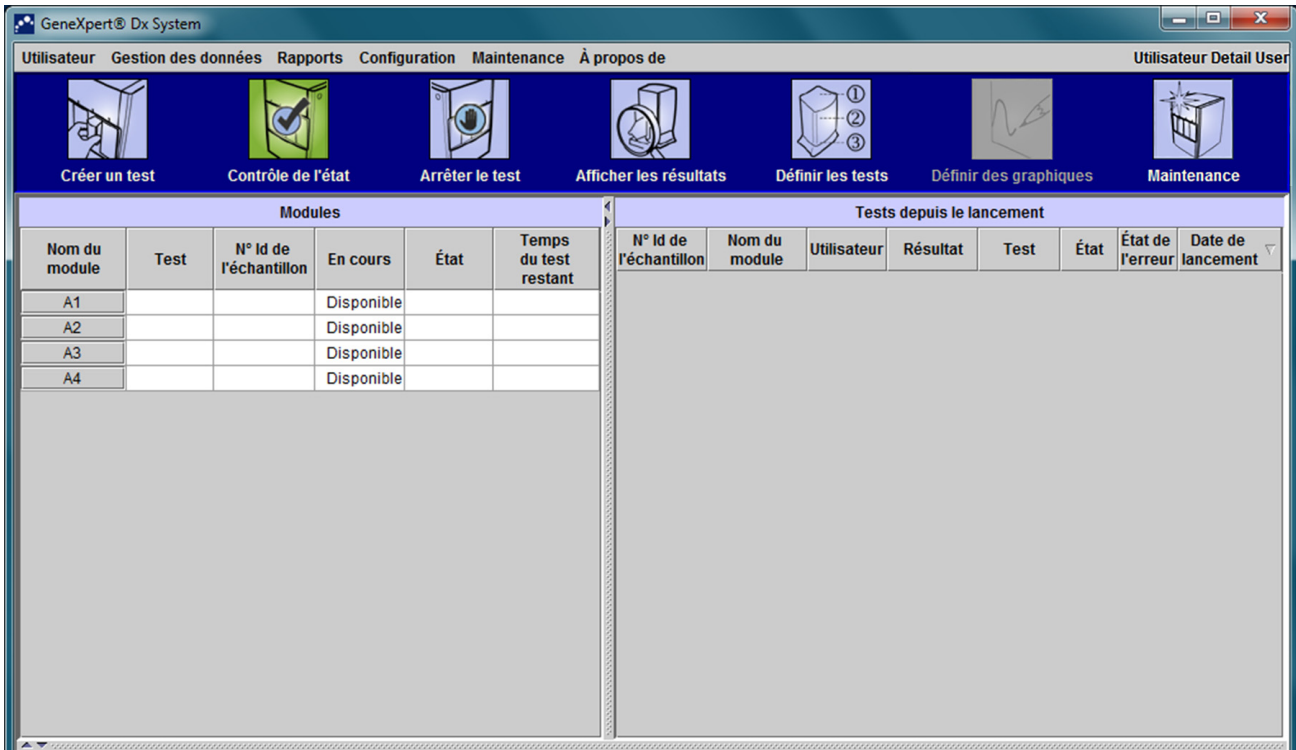

Figure 5-113. Écran d'accueil du GeneXpert Dx
- Sur l'écran d'accueil du Système GeneXpert Dx, sélectionnez le bouton **Créer un test**. Voir la Figure 5-113.